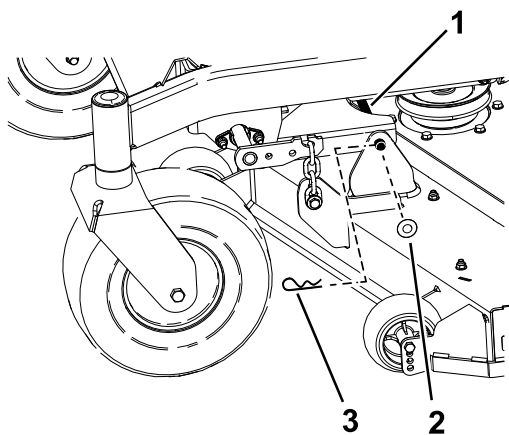

Рисунок 75
6. Снимите игольчатый шплинт и шайбу крепления соединительного пальца к раме и деке и снимите соединительную штангу (Рисунок 75).
9. Закрепите соединительный палец с помощью ранее снятых игольчатых шплинтов и шайб (Рисунок 75).